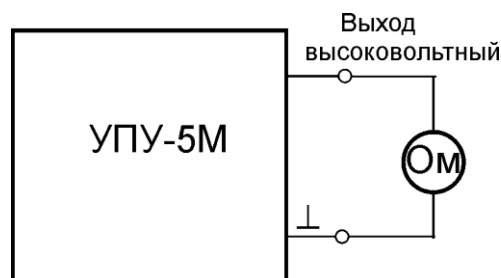

рис. 5
10.2.45 По схеме, изображенной на рис. 5, собрать экспериментальную установку для определения сопротивления цепи для разряда испытываемых конденсаторов: